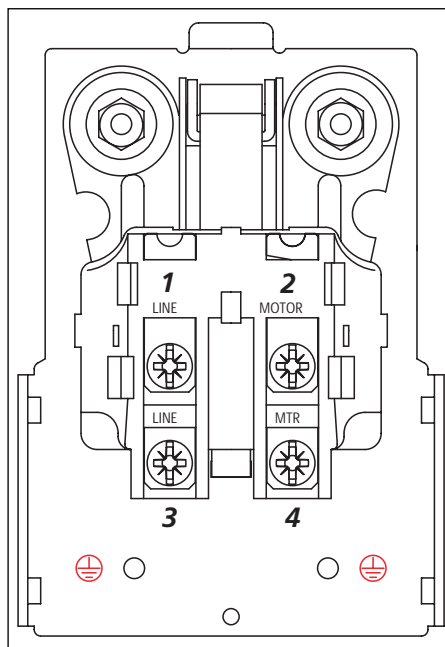

Figura 4
8. Coloque el alambre con forro negro del motor debajo de la cabeza del tornillo #4 (Vea la Figura 4), apriete el tornillo para asegurar el alambre. Coloque el alambre con forro negro debajo de la cabeza del tornillo #3 y apriete el tornillo para asegurar el alambre (Vea la Figura 4).
9. Coloque el alambre con forro blanco debajo de la cabeza del tornillo #1 (Vea la Figura 4), apriete el tornillo para asegurar el alambre.
Coloque el alambre con forro blanco del motor debajo de la cabeza del tornillo #2 y apriete el tornillo para asegurar el alambre (Vea la Figura 4).